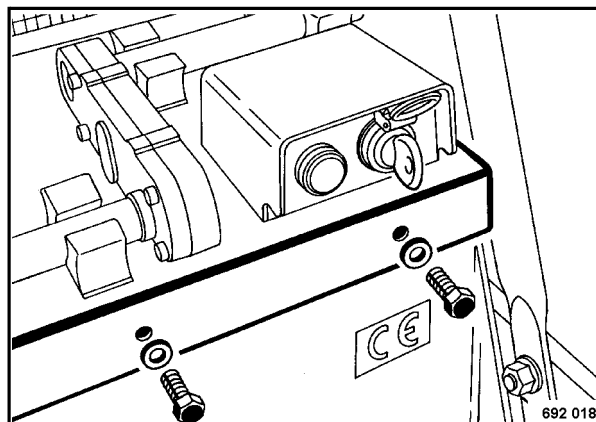

Fig. 4
- Desenroscar los tornillos de fijación (Fig. 4) de la trampilla recubridora, y abrir la tapa.